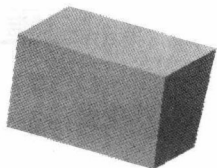
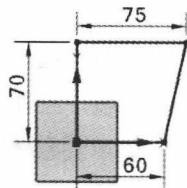

图 1.2 拉伸特征 1
图 1.3 截面草图
Step2. 创建图 1.2 所示的拉伸特征 1。
(1) 选择命令。选择下拉菜单 **插入(I)** → **设计特征(D)** → **拉伸(E)** 命令 (或单击 **拉伸** 按钮), 系统弹出“拉伸”对话框。
(2) 单击“拉伸”对话框中的“绘制截面”按钮 , 系统弹出“创建草图”对话框。
① 定义草图平面。选取 YZ 基准平面为草图平面, 选中 **设置** 区域的 **创建中间基准 CSYS** 复选框, 单击 **确定** 按钮。
② 进入草图环境, 绘制图 1.3 所示的截面草图。
③ 选择下拉菜单 **任务(T)** → **完成草图(F)** 命令 (或单击 **完成草图** 按钮), 退出草图环境。